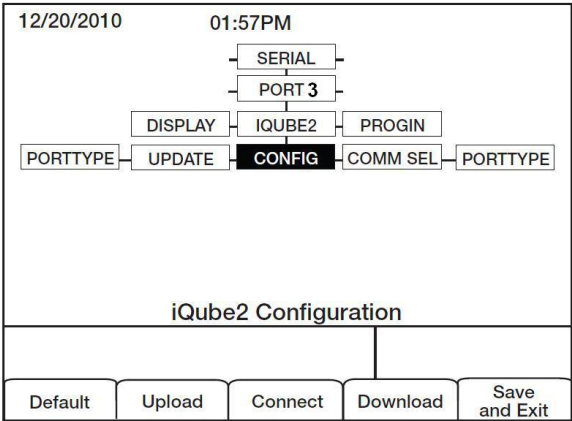

图4. CONFIG菜单
6) 导航到CONFIG菜单, 按Connect软键(见图4)。